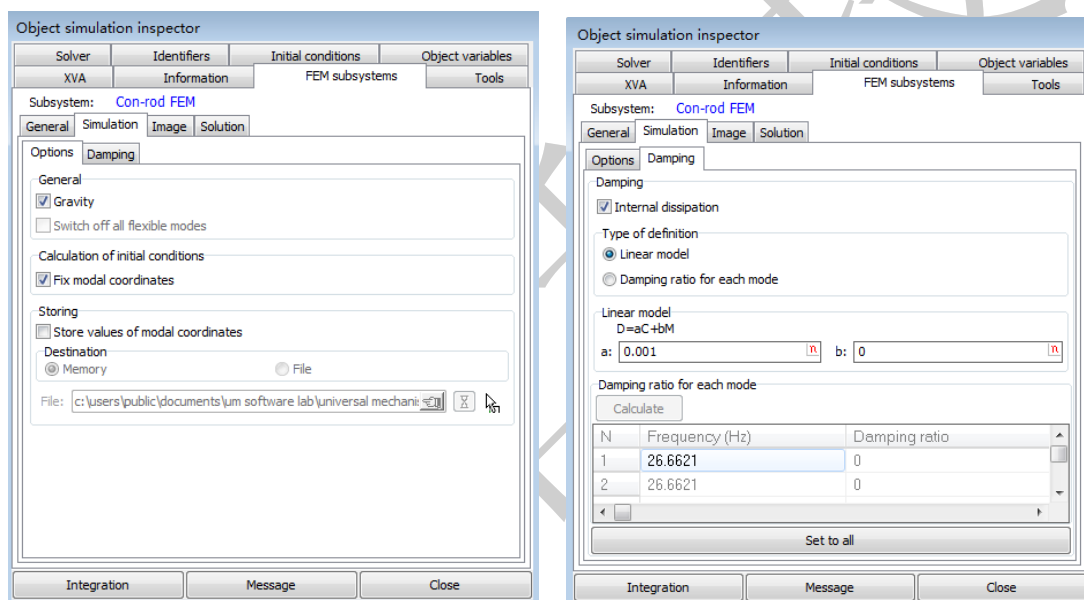

图 1.25
4. 在 **FEM Subsystems | Simulation | Option** 页面, 勾选 **Gravity** 和 **Fix modal coordinates**, 在 **Simulation | Damping** 页面, 设置阻尼相关系数 $a=0.001$, $b=0$, 如图 1.25 所示。